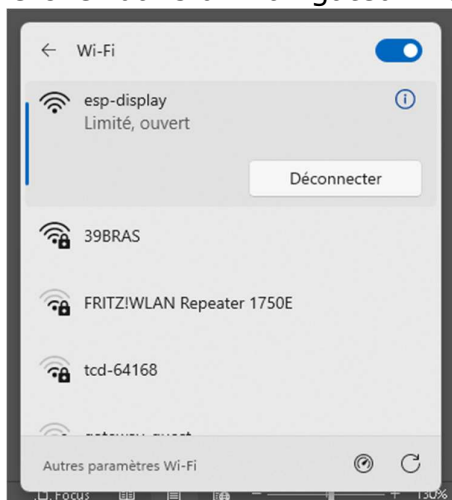
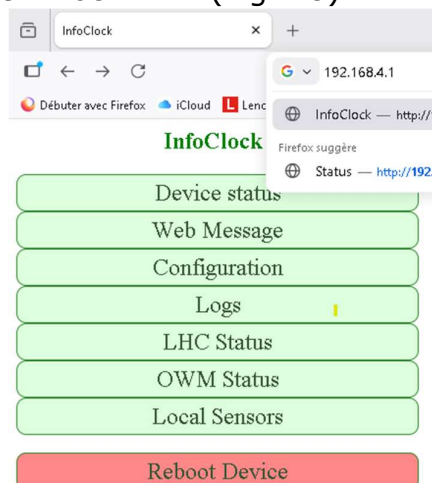

Fig 17 : Wifi manager
Fig 18 : Recherche Firefox
- 5) Sur le téléphone, se connecter au wifi « esp-display » (Fig. 17). Ensuite, chercher dans un navigateur web « 192.168.4.1 » (Fig. 18).